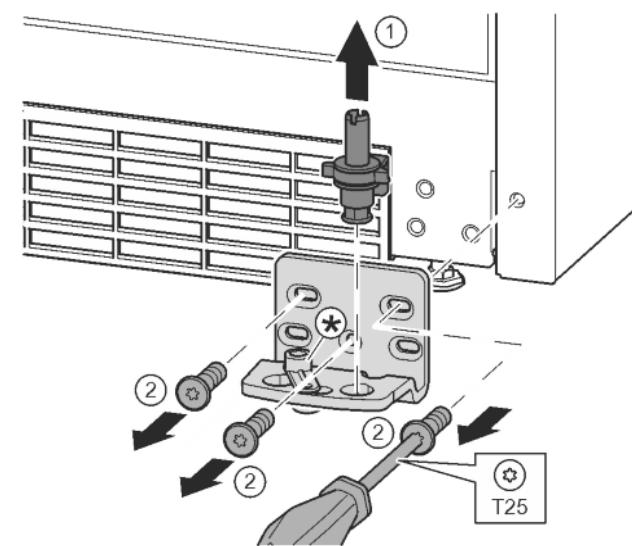

Fig. 15
- Опорний гвинт цілком витягніть рухом вгору. Fig. 15 (1)
- Викрутіть гвинти за допомогою викрутки T25 та зніміть опорний кронштейн. Fig. 15 (2)